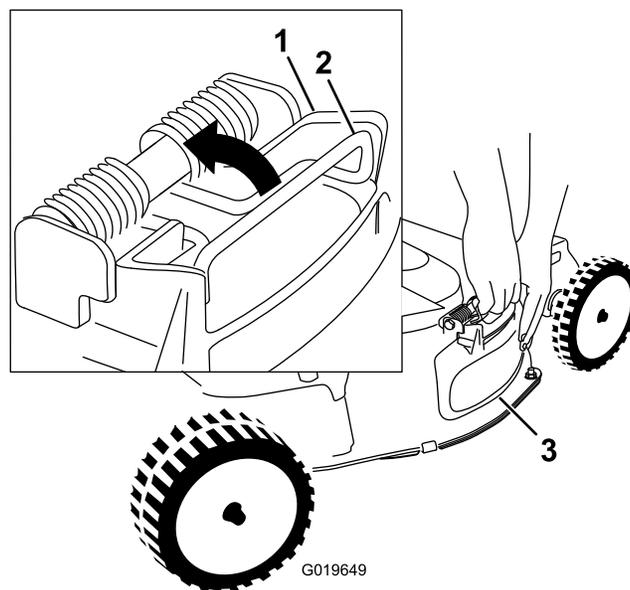

Figura 25
4. Rimuovete lo sportello di scarico laterale sollevando la molla che fissa in posizione lo sportello e rimuovendo lo sportello (Figura 25).